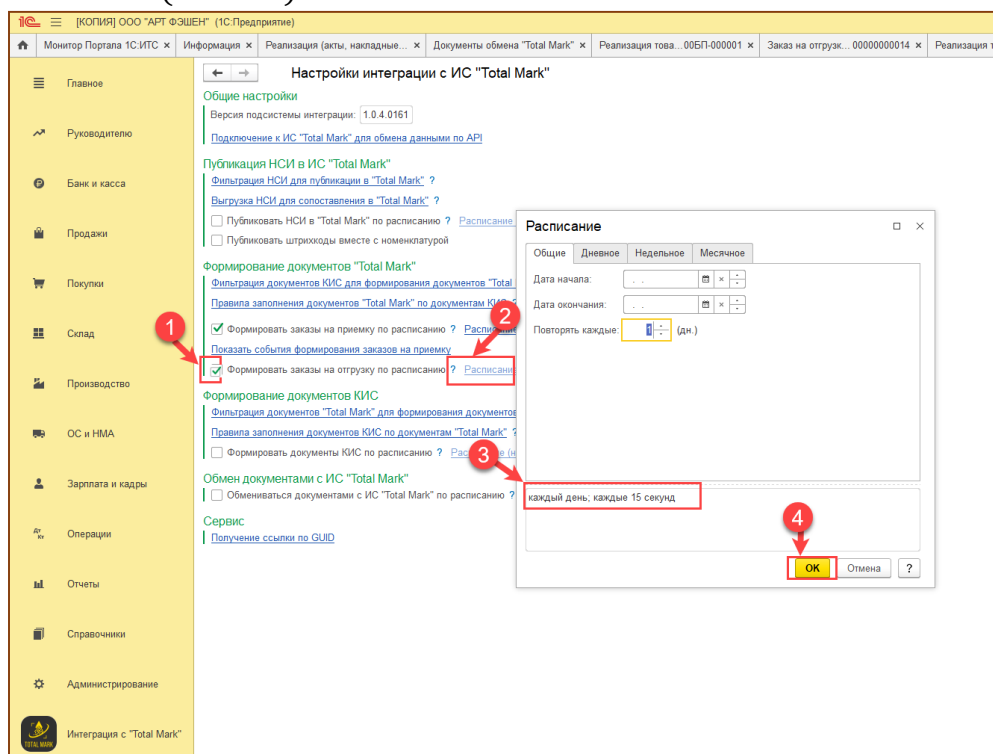

Рис. 3-8 - Настройка создания документов обмена
- Также, чтобы выполнялось автосоздание документов обмена, требуется задать расписание (Рис. 3-8).